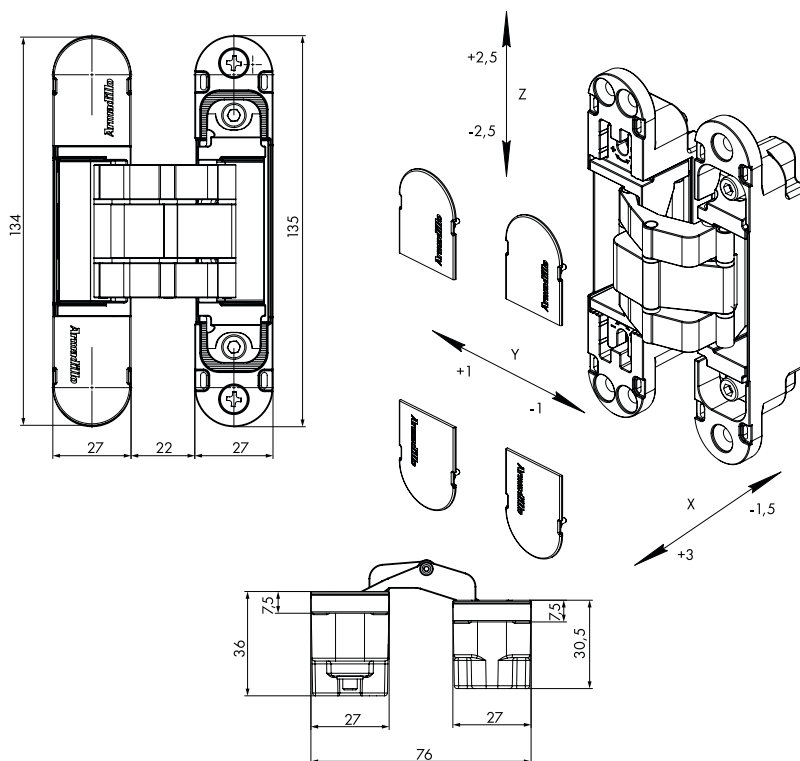

Рисунок 1 – Габаритные размеры петли.
- Габаритные размеры в открытом положении петли (рис. 1):
- Вертикальная регулировка (Z): $\pm 2,5$ мм
- Горизонтальная регулировка (X): $-1,5$ +3 мм
- Регулировка по глубине (Y): ± 1 мм